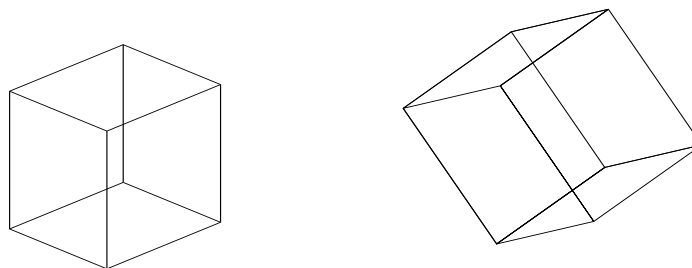

Рис. 93
1. Команда **AI_BOX (ЯЩИК)** создает куб/параллелепипед (ящик). **Cube (Куб)** формирует куб (рис. 93) со стороной, равной заданной ширине.